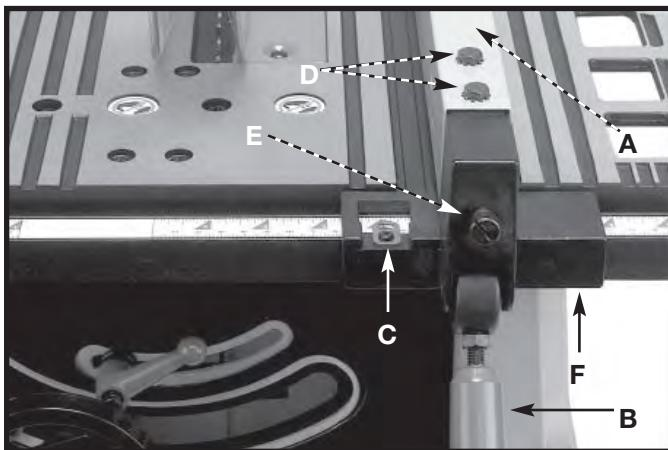

Fig. 33
- Mueva la guía de corte (A), Fig. 33, a lo largo de la mesa, levante la palanca de bloqueo de la guía (B), deslice la guía hasta la ubicación deseada en la mesa y presione la palanca de bloqueo de la guía hacia abajo.
- Coloque la guía de corte junto a la ranura de la guía de inglete (Fig. 33). Asegure la guía a la mesa empujando la palanca de bloqueo (B) hacia abajo. El borde de la guía debe quedar paralelo a la ranura de la guía de inglete.
- Ajuste la acción de sujeción de la guía (A), Fig. 33, elevando la palanca de bloqueo (B) y girando el tornillo (E) en el sentido de las agujas del reloj para aumentar la acción de sujeción de la guía, o en el sentido inverso de las agujas del reloj para disminuirla.